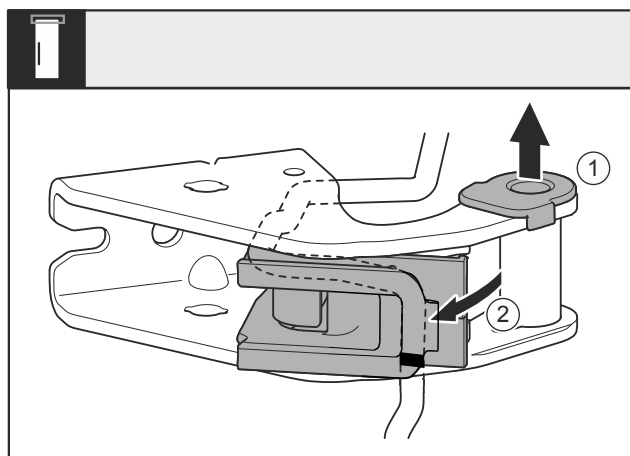

Fig. 30
- ▶ Izvucite čahuru ležaja Fig. 30 (1) iz vodilice.
- ▶ Zakrenite držač kabela Fig. 30 (2) prema van.